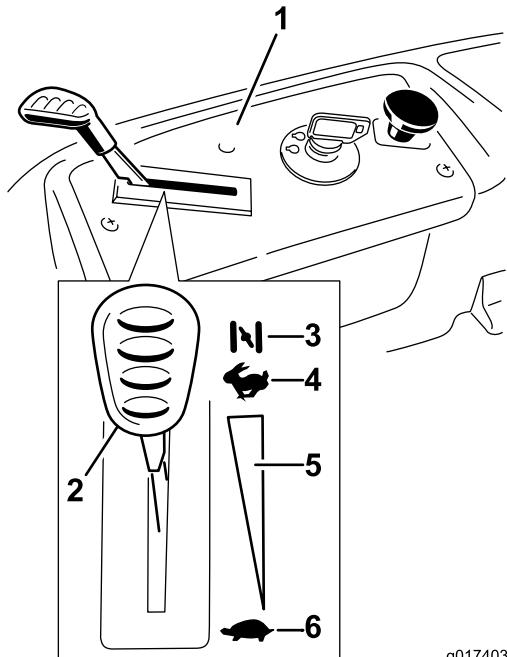

Figura 12
- Mueva la palanca del acelerador a la posición Estárter antes de arrancar el motor si éste está frío (Figura 12).
- Cuando el motor arranque, mueva el acelerador a la posición Rápido (Figura 12). Si el motor se cala o funciona irregularmente, vuelva a colocar el acelerador en Estárter durante unos segundos. Repita este procedimiento tantas veces como sea necesario.
3. Gire la llave de contacto a la posición de Desconectado (Figura 12) y retire la llave.